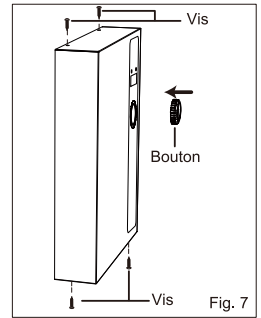

Fig. 7
8. Vissez le couvercle avant sur le corps. Réinstallez le bouton (Fig.7).